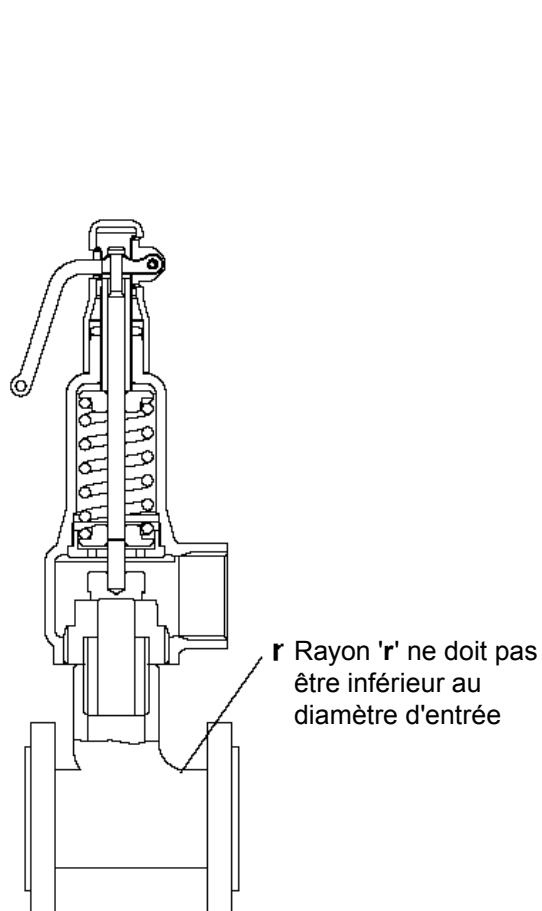
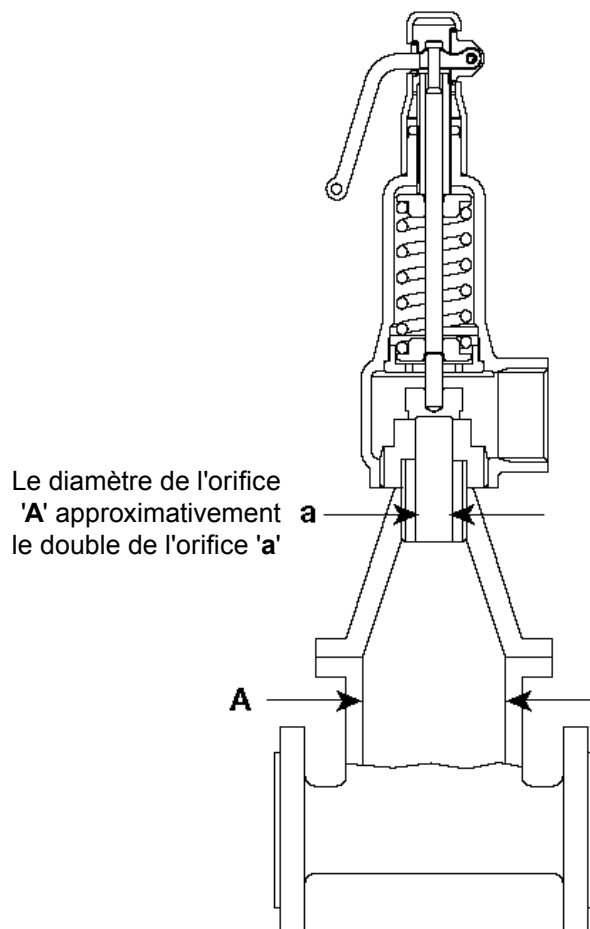

Fig. 7
Fig. 8
- 6.4** Le diamètre de la tuyauterie d'entrée ne doit pas être plus petite que celle de la soupape (voir Fig. 7 et 8).
Le raccordement d'entrée doit être effectué comme représenté à la Fig. 7 ou à la Fig. 8.